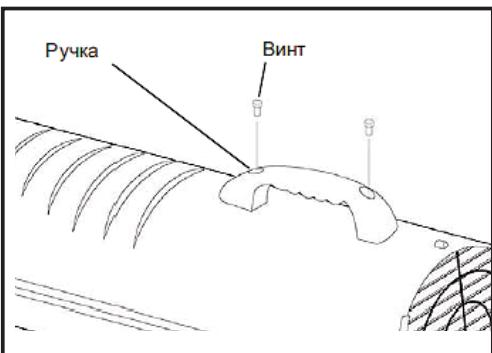

рис. 3
- совместите отверстия в верхней части корпуса с двумя отверстиями на ручке, как показано на рис. 3: